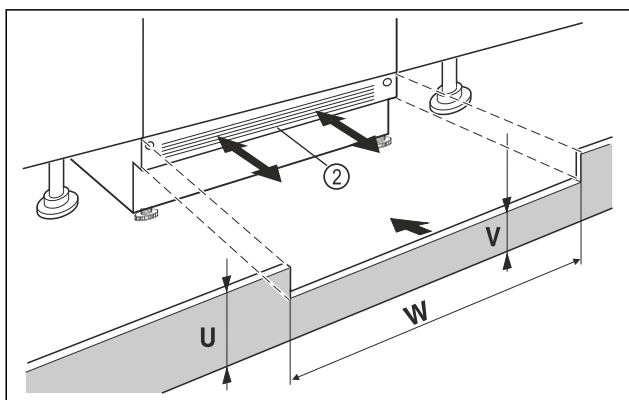

Fig. 12 Ілюстративне зображення
- Поставте на місце плінтус пристрою Fig. 12 (2), але поки що не закріплюйте його.
- Якщо плінтус видно Fig. 12 (2), потягніть його вперед так, щоб передній край вентиляційної решітки став урівень із плінтусом меблів.
- Якщо плінтус приховано Fig. 12 (2), посуньте його повністю назад.
- Слідкуйте за повністю вільним доступом повітря: За необхідності обріжте плінтус меблів по висоті Fig. 12 (U)!
- Під плінтусом пристрою Fig. 12 (W) по ширині ніші Fig. 12 (V) облаштуйте сходинок відповідних розмірів Fig. 12 (2).